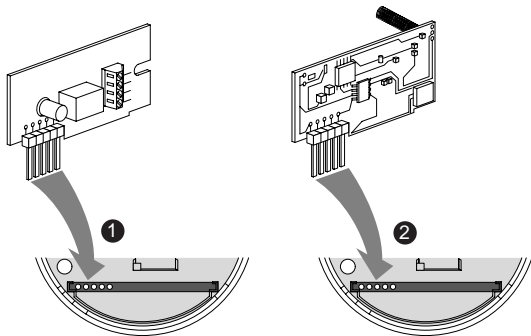

Abb. 4 Relaismodul (REM)
- Zweidrahtleitung durch die vorgesehene Zugentlastungs-Öse führen (Abb. 3) und anschließend gemäß Anschluss-Schema mit Relaismodul verbinden. Danach das Relaismodul in den dafür vorgesehenen Steckplatz vorsichtig einsetzen (Abb. 4, 1 Seite 13).
Den Temperaturwächter durch Drehen nach links aus dem Sockel nehmen. Das entsprechende Modul seitlich anfassen und in den dafür vorgesehenen Steckplatz einsetzen (Abb. 4).